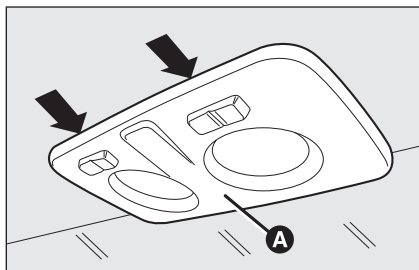
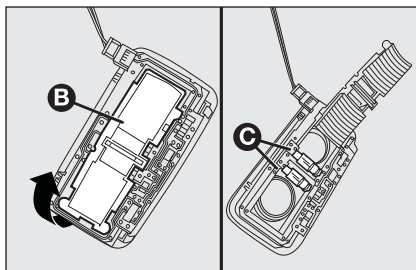

fig. 38
fig. 39
- ☐ trek het plafondlampje **A-fig. 38** los bij de door de pijl aangegeven punten;
- ☐ open de bescherming **B-fig. 39** zoals aangegeven;
- ☐ sluit het beschermdeksel **B-fig. 39** en plaats het plafondlampje **A-fig. 38** in de zitting; controleer of het goed geborgd is.